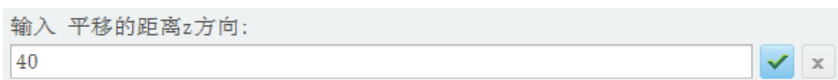

图 10-58 输入平移的距离（Z 方向）
8) 在菜单管理器的“退出”菜单中选择“平移”命令，在“平移方向”菜单中选择“Z轴”选项，接着输入该方向上的平移距离“40”，如图 10-58 所示，单击 （接受）按钮。